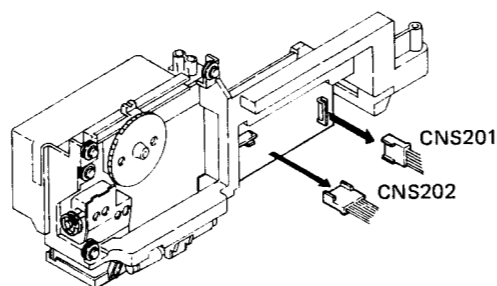

Figure 11-1
2. Pull out three sockets (CNS201, CNS202) shown in Fig. 11-1.
2. Die in Abb. 11-1 gezeigten drei Buchsen (CNS201, CNS 202) herausziehen.
2. Extraire les trois douilles (CNS201 et CNS202) montrées sur la Fig. 11-1.